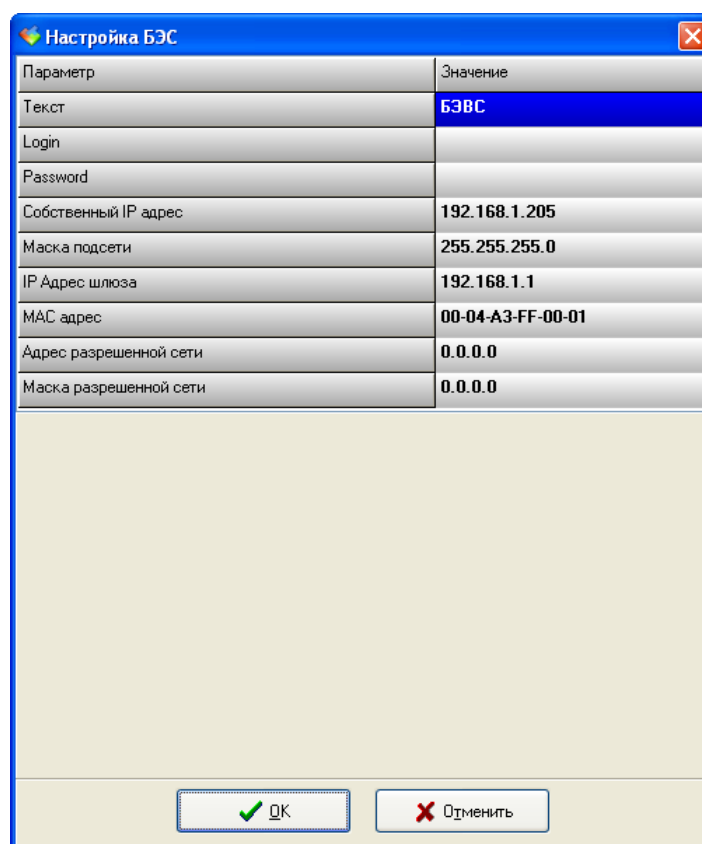

Рисунок 9 - Параметры БЭСВ
- Откроется окно конфигурации БЭВС (рисунок 9). Набор параметров, доступный для редактирования приведен в таблице 5.